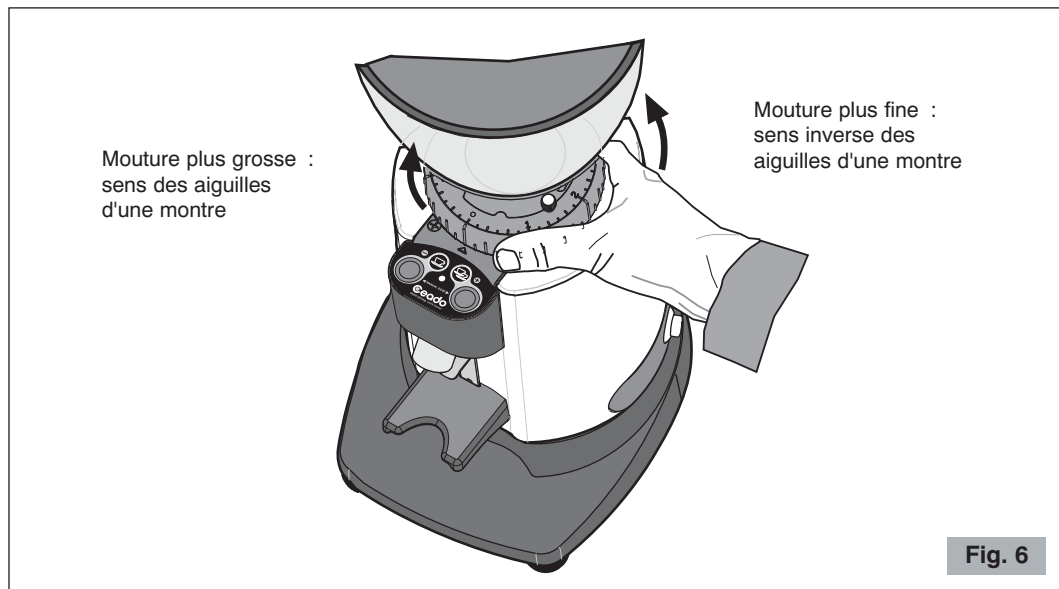
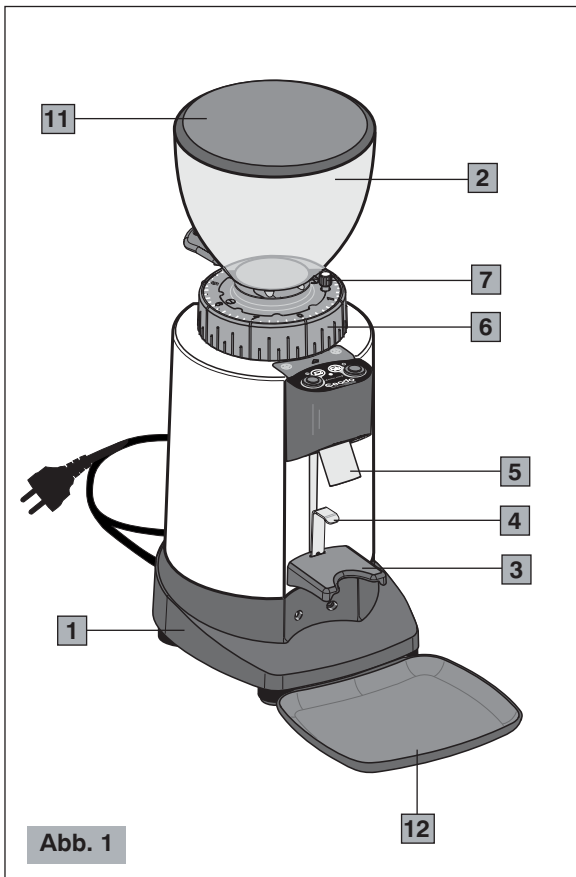
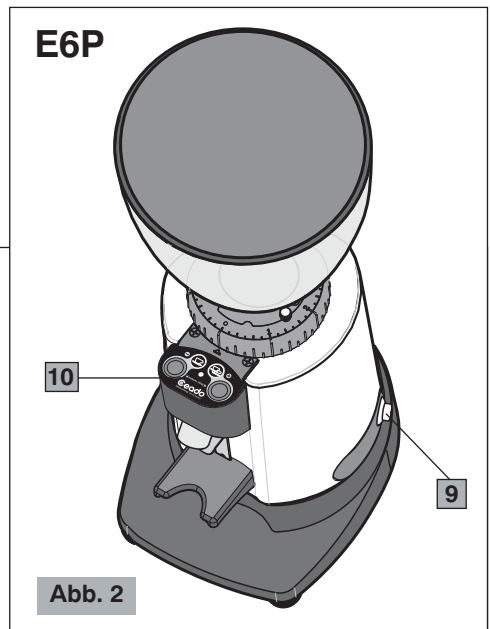
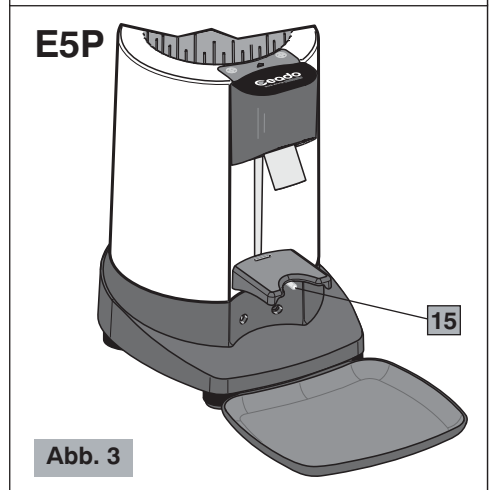

Fig. 6
Abb. 1
Abb. 2
Abb. 3
- 2 Mettre l'interrupteur ON-OFF en position « 1 » (9 Fig. 2).
- 3 Placer la coupe porte-filtre sur la fourche d'appui (3 Fig. 1) en la bloquant sous le support (4 Fig. 1) précédemment réglé selon le modèle de la coupe porte-filtre utilisée.
Pour régler le degré de mouture, tourner la bague de réglage de la mouture (6 Fig. 1) à la base de la cloche (voir Fig. 6), après l'avoir préalablement débloquée en dévissant le bouton de blocage (7 Fig. 1) de la bague de mouture.
Le moteur se bloque.	<ul style="list-style-type: none">• Si à cause d'un réglage erroné de la mouture ou de la présence d'un corps étranger dans les meules, le moteur se bloque, essayer à augmenter la granulométrie au maximum en manoeuvrant dans le sens des aiguilles d'une montre la bague de réglage (6 Fig. 1). Si cela ne suffit pas, alors arrêter l'appareil, débrancher la fiche de courant et s'adresser à du personnel technique qualifié.
Hauptkomponenten (Abb. 1, Abb. 2, Abb. 3, Abb. 4, Abb. 5)
Bevor der Stecker in die Steckdose gesteckt wird muss man sich vergewissern, dass sich der ON-OFF-Schalter (9 Abb. 2) auf „O“ (ausgeschaltet) befindet.
- 2 Mit dem Filterhalter die Auswurfaste drücken (15 Abb. 3).
- 2 Den ON-OFF-Schalter auf „1“ einstellen (9 Abb. 2).
- 3 Den Filterhalter auf der Auflagegabel (3 Abb. 1) positionieren und unter der Halterung (4 Abb. 1), die zuvor je nach dem Modell des benützten Filterhalters eingestellt wird, blockieren.
Das Gerät verlässt das Werk schon mit einer maximalen Einstellung. Man kann jedoch bei Notwendigkeit, aufgrund von verschiedenen externen Faktoren wie benützte Kaffeemischung, Feuchtigkeit, Temperatur bzw. Abgabeleistung der Espresso-Kaffeemaschine, den Mahlgrad einstellen. Eine weitere Korrektur des Mahlgrads kann vorgenommen werden, indem der Einstellring zum Mahlen (6 Abb. 1) am Kaffeebohnenbehälterboden (siehe Abb. 6) gedreht wird, nachdem er zuvor entriegelt wurde, indem der Blockierungsknopf (7 Abb. 1) des Einstellrings zum Mahlen abgeschraubt wird.